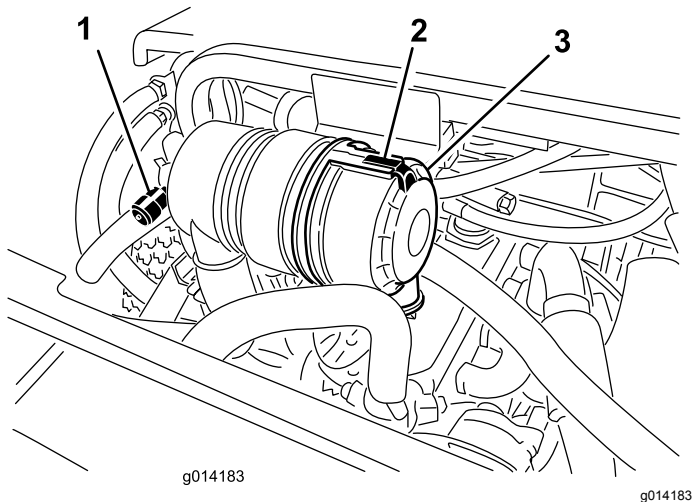

Figure 34
migration de la graisse à travers les bagues de pivot inférieure et supérieure. Vous devez voir de la graisse ressortir en haut et en bas du moulage de pont/de la bague des 4 pivots de fusée (Figure 34).
Faites l'entretien du filtre à air uniquement quand l'indicateur de colmatage (Figure 34) indique que cela est nécessaire. Ne remplacez pas le filtre à air plus fréquemment que nécessaire ; cela ne fait qu'accroître le risque de contamination du moteur par des impuretés quand le filtre est déposé.
1. Desserrez le verrou qui maintient le couvercle sur le boîtier du filtre à air (Figure 34).